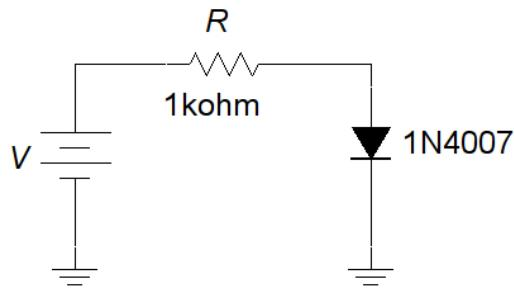
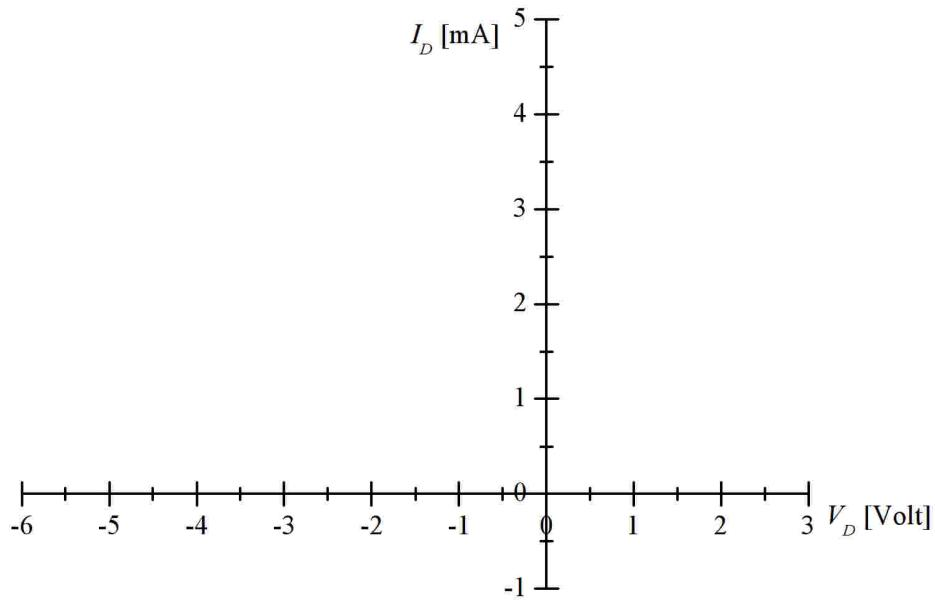

Figura 1: Polarización en directa de un diodo de silicio.
Figura 2: Curva característica del diodo de silicio.
- Armar el circuito de la Figura 1 usando una fuente de tensión variable V para polarizar al diodo de silicio en directa.
- Usando los datos registrados en ambos Cuadros, trazar la curva característica del diodo de silicio (I_D vs. V_D) en los ejes de la Figura 2.
- Trazar en la Figura 2 la recta de carga del circuito de la Figura 1 para una fuente de alimentación de $V = 3$ [Volts]. Indicar el punto de trabajo Q.